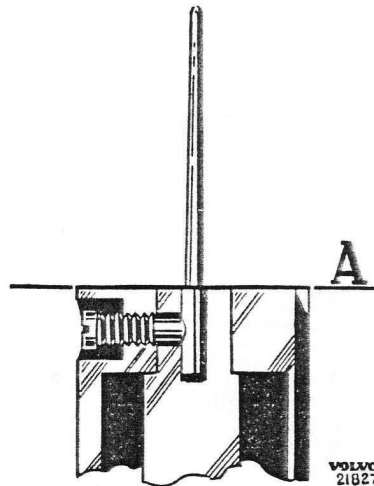

Bild 1-86. Einbau der Kraftstoffnadel (SU)
3. Neue Kraftstoffnadel einsetzen. Prüfen, dass diese entsprechend der Angabe in den "techn. Daten" gekennzeichnet ist. Nadel so weit in den Kolben hineinschieben, bis nur ihr konischer Teil ausserhalb liegt. Siehe Bild 1-86. Befestigungsschraube anziehen.